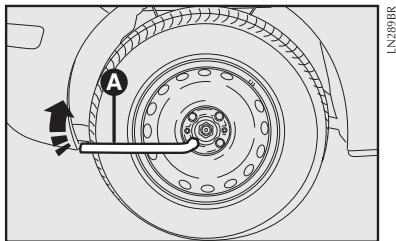
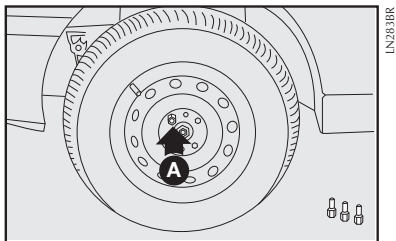

fig. 11
fig. 10
- Apertar os parafusos **A-fig. 10** utilizando a chave de roda específica **A-fig. 11**.